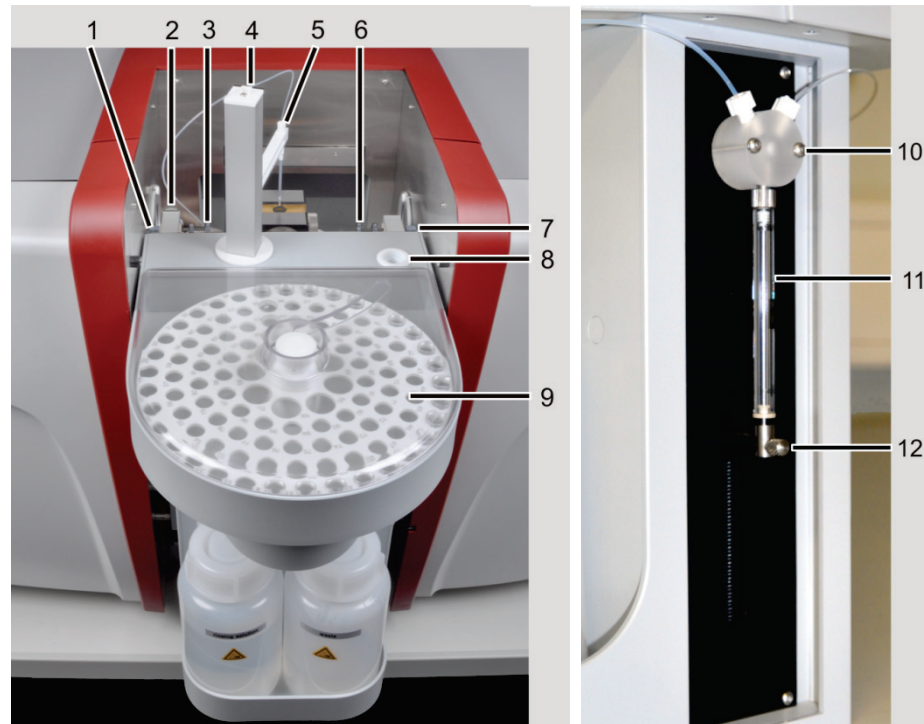

Bild 44 AS-GF installiert
2. Schlauchführung (5 in Bild 44) am Probengeberarm des AS-GF installieren und mit der Arretierungsschraube befestigen.
3. Dosierschlauch handfest in die rechte Öffnung des T-Ventils (10 in Bild 44) am Dosierer schrauben. Dosierschlauch durch die Schlauchhalter auf der Rückseite des Probengebers und auf dem Probengeberarm fädeln. Dosierschlauch in die Schlauchführung (5 in Bild 44) einführen, bis das Schlauchende etwa 8 mm unten aus der Schlauchführung herausragt, Schlauch mit Klemmmutter befestigen.
7. Den AS-GF in die Aufnahmen des Probenraumes einhängen (1 und 7 in Bild 44). Prüfen, ob Probengeber waagrecht hängt, ggf. Probengeber mit tiefenverstellbarem Anschlag ausrichten.